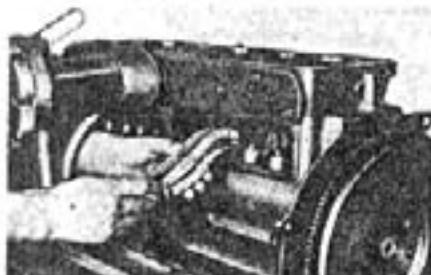

fig. 8 — remoção das chavetas das válvulas de escapamento
- Comprimir a mola pelo prato de retenção usando o alicate de expansão tipo universal mostrado na fig. 8 e retirar as duas chavetas.
- Comprimir a mola com a ferramenta mostrada na fig. 8 e instalar as duas chavetas.